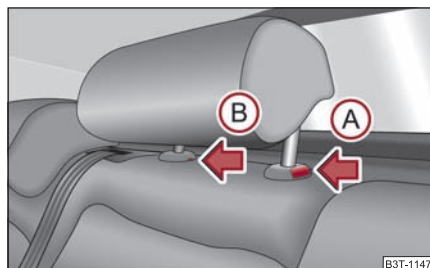

Fig. 83 Scaunele din spate: tetiera din centru
- Apăsați siguranța în direcția indicată de săgeată (A) ⇒ fig. 83, apăsați concomitent, cu o șurubelniță plată cu lățimea de max. 5 mm, siguranța în orificiul (B) și trageți tetiera afară.